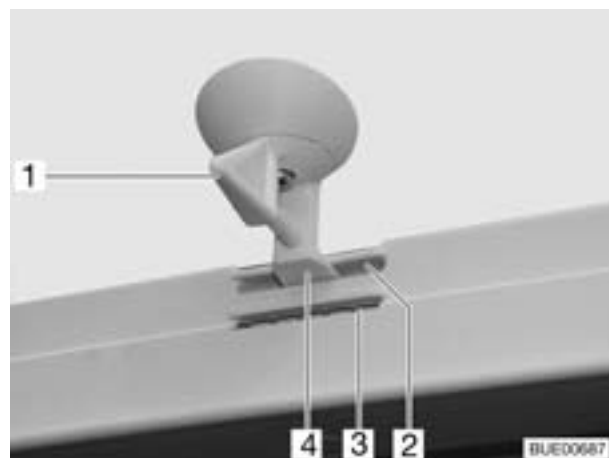
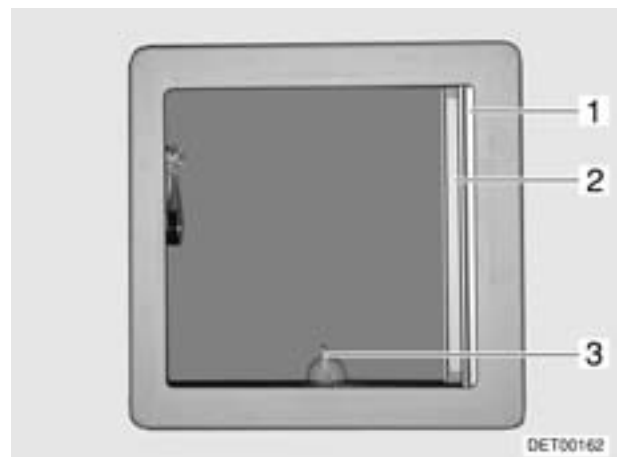

Bild 52 Kipp-Dachhaube, Verriegelung
Bild 53 Kipp-Dachhaube
- Den Hebel (Bild 52,1 bzw. Bild 53,3) eine viertel Umdrehung entgegen dem Uhrzeigersinn drehen und Kipp-Dachhaube am Hebel nach oben drücken.
- Die Kipp-Dachhaube am Hebel (Bild 52,1) nach unten ziehen.
- Den Hebel eine viertel Umdrehung drehen. Die Verriegelung (Bild 52,4) muss in die untere Öffnung (Bild 52,3) gleiten.
- Den Hebel eine viertel Umdrehung drehen. Die Verriegelung (Bild 52,4) muss in die obere Öffnung (Bild 52,2) gleiten.
- Faltverdunklung (Bild 53,1) in Pfeilrichtung ziehen und an gewünschter Position loslassen. Die Faltverdunklung bleibt in dieser Position stehen.
- Insektenschutzrollo (Bild 53,2) ausziehen, bis es an der Verriegelung an der gegenüberliegenden Seite einrastet.